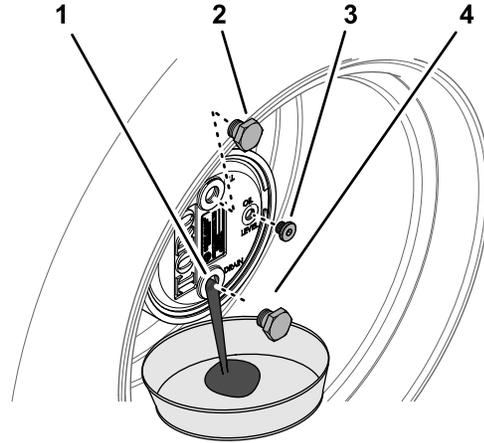

Figura 67
2. Retire o tampão de enchimento da posição das 12 horas e o tampão de verificação da posição das 3 horas (Figura 67).
3. Coloque o recipiente de escoamento por baixo do cubo da roda, retire o tampão de drenagem e deixe o óleo escorrer até drenar completamente (Figura 67).
5. Instale o tampão de drenagem no orifício de drenagem da caixa da engrenagem planetária (Figura 67).